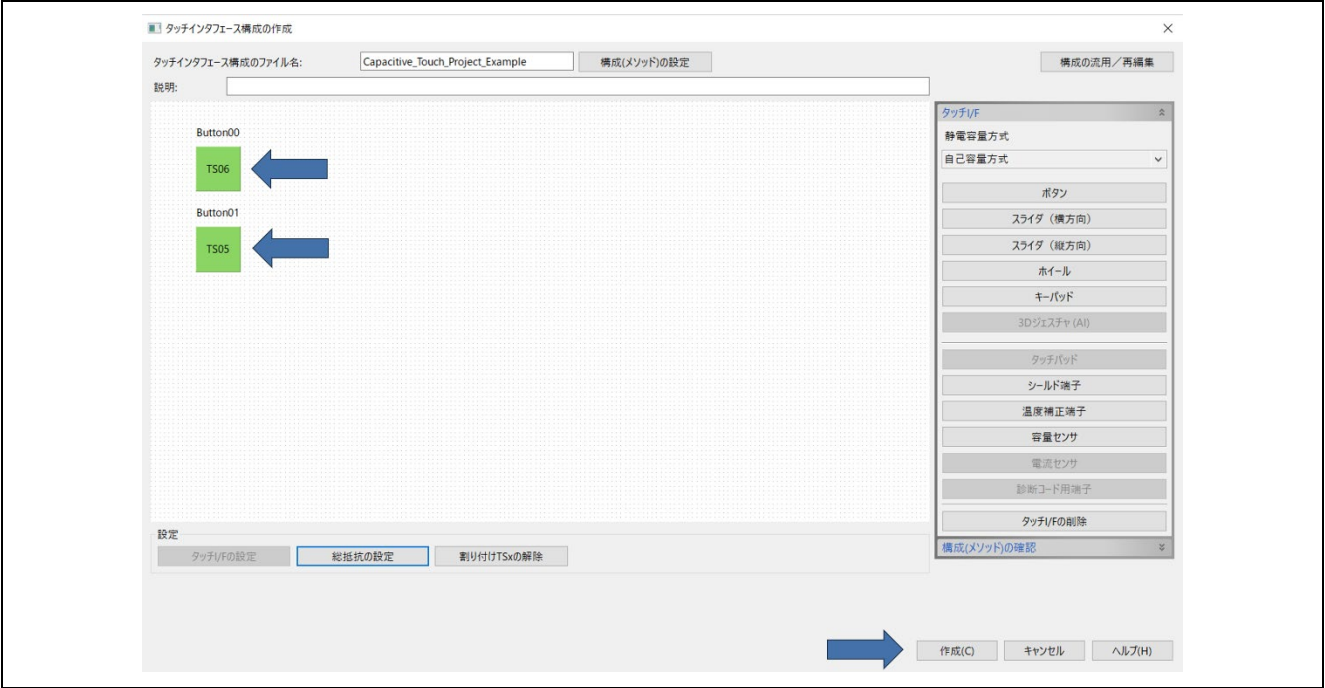

図 8-10 タッチインタフェース設定後の構成
5. タッチインタフェースが設定されると、図 8-10 のように電極が緑色の表示へと変化します。このまま [作成] をクリックします。